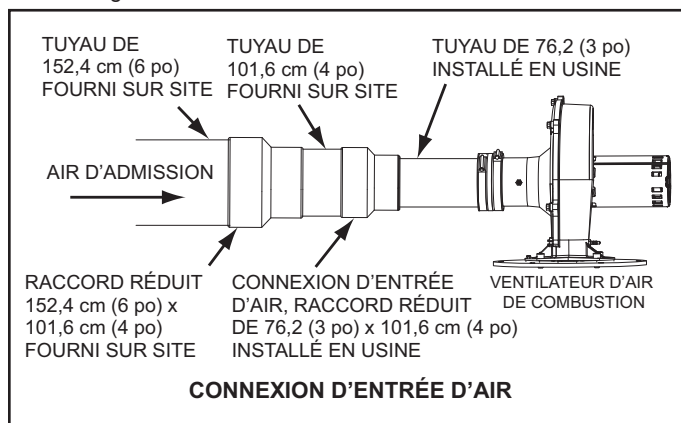

Figure 18
15. Pour installer un tuyau d'entrée d'air de 6 po, effectuer une transition au tuyau de 4 po pipe au niveau de la connexion d'entrée d'air sur le chauffe-eau comme l'indique la Figure 18. Le tuyau de 4 po installé sur site entre la connexion d'entrée d'air et le raccord de réduction 6 po x 4 po doit être de 45 cm (18 po) de longueur au maximum.